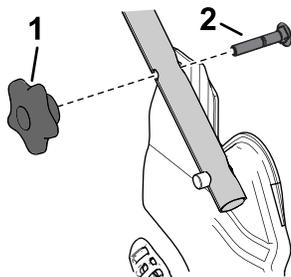

**Figura 5**
3. Despliegue el manillar a la posición de operación girándolo hacia atrás (Figura 5).